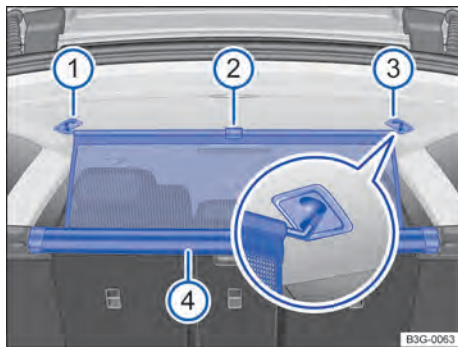

Fig. 199 No compartimento de bagagem: pendurar a rede divisória.
- Tirar a rede divisória com a tira → Fig. 199 ② da carcaça ④, puxando-a para cima.
- Prender a rede divisória no lado direito → Fig. 199 ③ (lupa).
- Prender a rede divisória no lado esquerdo, comprimindo a barra transversal no alojamento → Fig. 199 ①.
A rede divisória estará fixada corretamente se as extremidades em forma de T estiverem seguramente presas nos respectivos alojamentos → Fig. 199 ③ e ①
- Desenganchar a barra transversal dos alojamentos → Fig. 199 ③ e ①
- Conduzir a rede divisória totalmente para baixo para a carcaça → Fig. 199 ④.